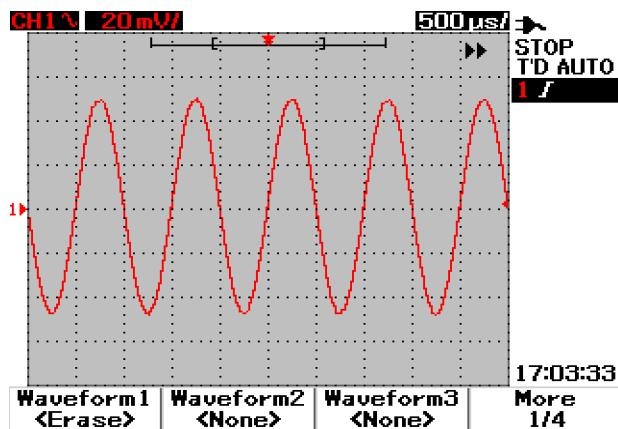

图 3-45 <None> 显示表示没有保存波形。Waveform 1 中的 <Erase> 表示可以从内部存储器删除波形。
- 4 在图 3-45 中，按 F1 可从 Waveform 1 删除波形。